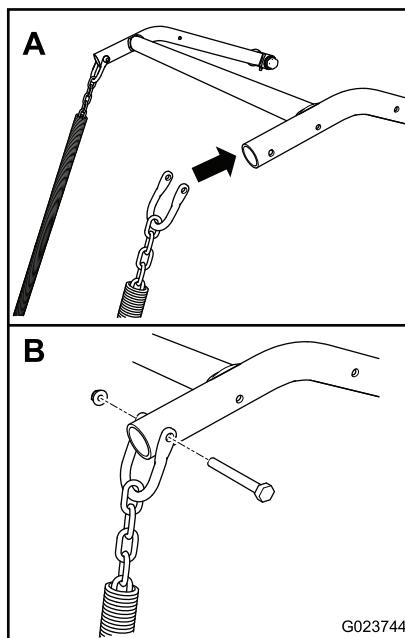

Bild 12
3. Fluchten Sie jeden Bügel mit der entsprechenden Seite des Anbaugeräthubs an der Maschine aus (**Bild 12**).